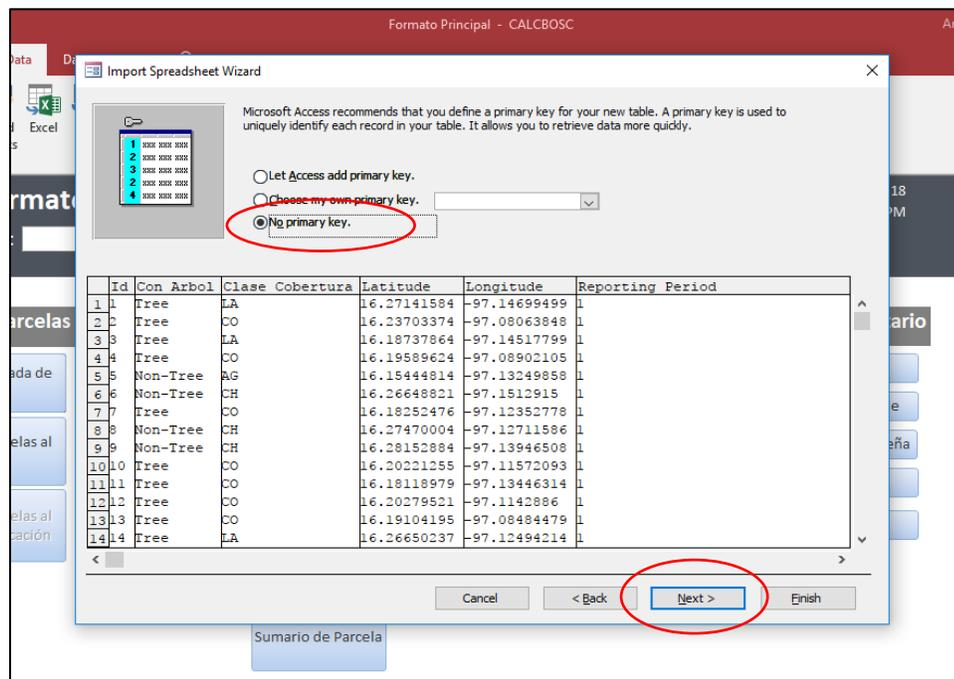

Figura 59. Importar un Documento de Excel – Paso 5
- 4.5. La siguiente pantalla preguntará si se quiere añadir una clave primaria (primary key), seleccionar [No primary key] y [Next] (Figura 59).